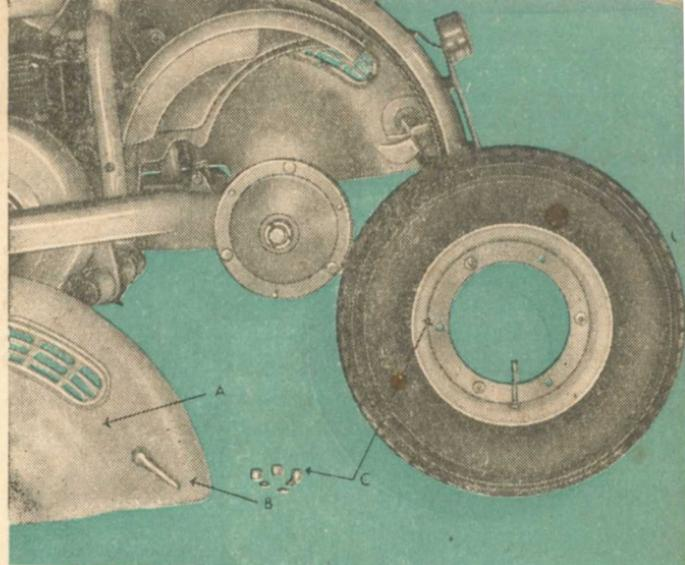

Fig. 6
bieletas oscilantes (C) y quitar las arandelas debajo de las tuercas, encajadas en las mismas bieletas. Para desmontar la rueda trasera (Fig. 6) es necesario antes retirar